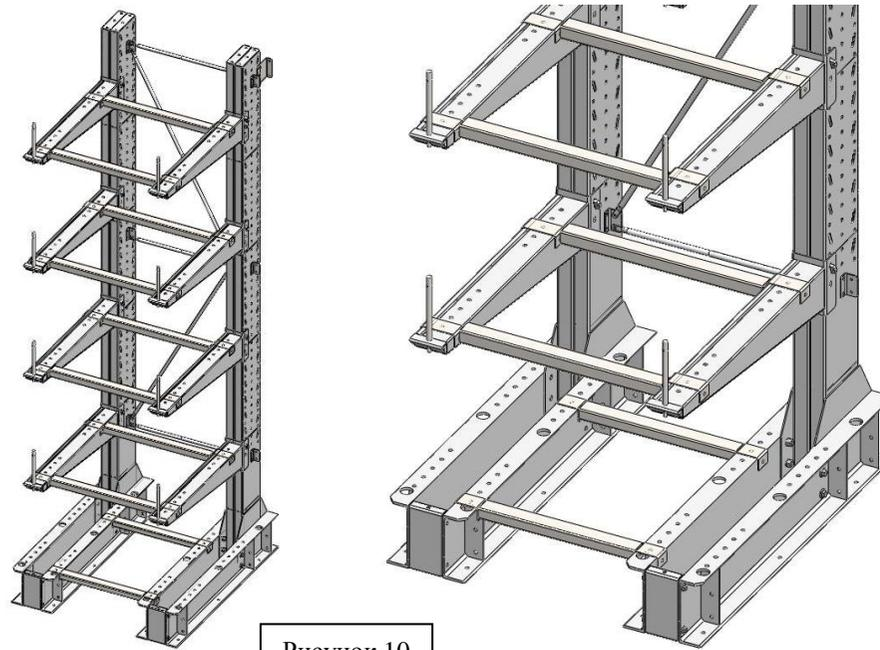

Рисунок 10
9. На консоли и основание имеется возможность установки переходных мостов поз. 7 и 8 (таблица 1), выполняющие роль полок для более мелких грузов (рисунок 10).